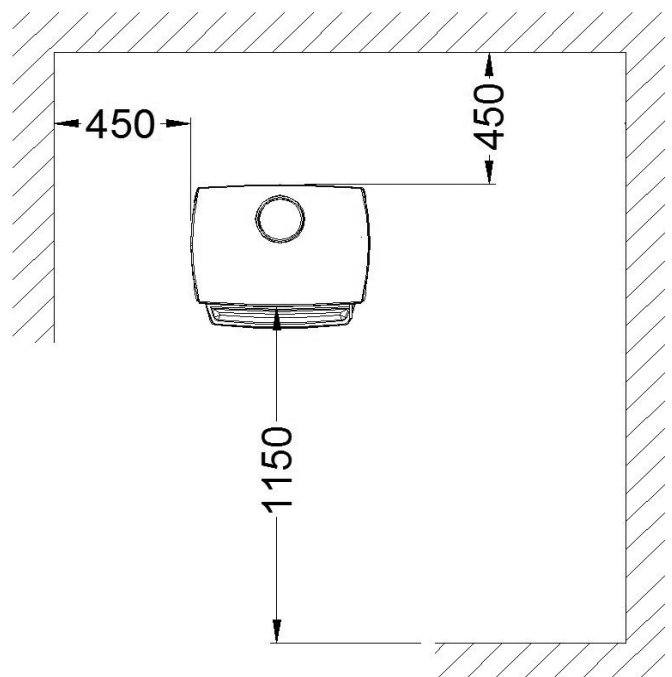

FIG. 6 - DISTANCIAS DE SEGURIDAD
- Cuando se coloque la estufa, tener en cuenta las distancias de seguridad necesarias, tanto del aparato como de la chimenea, de las superficies combustibles (paredes de madera o empapeladas, suelo de madera, etc.,). Estas mismas distancias deberán ser respetadas cuando el recubrimiento de las paredes o zonas próximas sea susceptible de deterioro o deformación por efecto de temperatura (barnices, pinturas, P.V.C.. etc.). **Fig. 6**